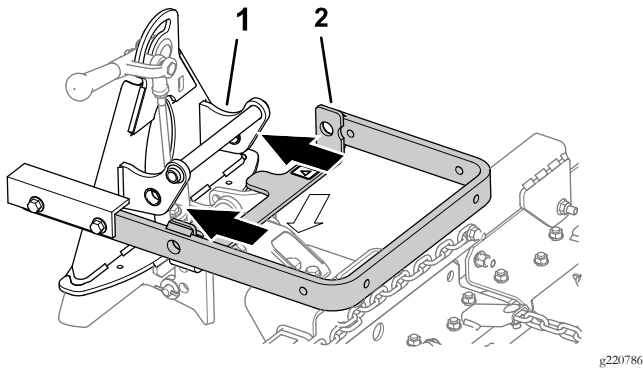
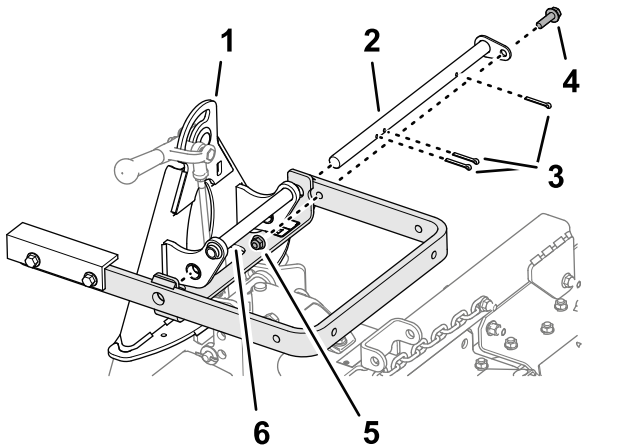

图5
图6
4. 将提升臂与附件连接器上的支架对齐 图5 然后如 图6 所示用枢轴杆将它们连接起来。
**注意** 当移动附件连接器时应使用连接器背面提供的手柄图5。
5. 用 3 个开口销、1 个螺栓  $\frac{3}{8}$  x  $1\frac{1}{4}$  英寸和锁紧螺母  $\frac{3}{8}$  英寸固定枢轴杆图6。